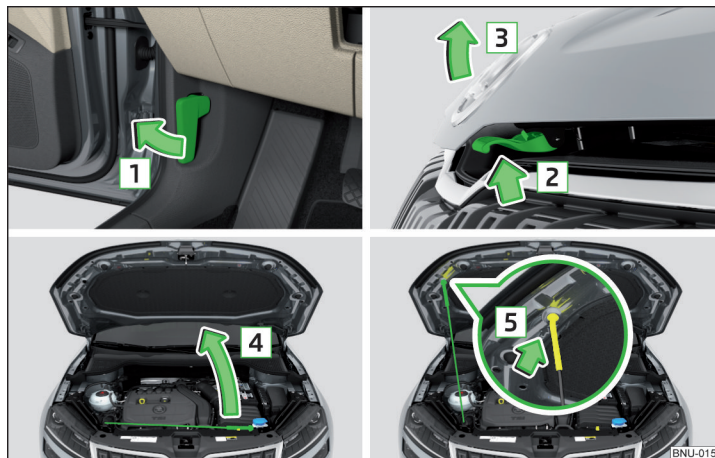

Fig. 305 Ouverture du capot
- Ouvrez la portière avant et tirez sur la manette de déverrouillage en dessous du tableau de bord dans le sens de la flèche 1 » fig. 305 .